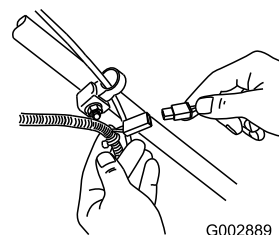

Figura 49
1. Conecte el cargador al arnés de cables del cortacésped, situado debajo de la llave de contacto (Figura 49).